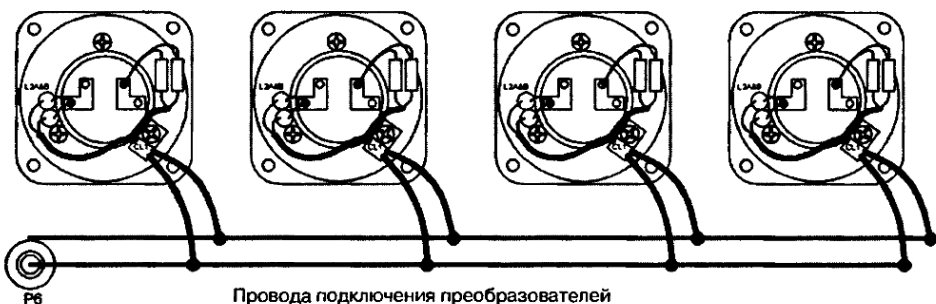

Рис. 28.9. Органы управления
1. Перед включением питания вставьте плавкий предохранитель на ток 1 А в F1, а закорачивающий штекер – в J3, как показано на рис. 28.9; полностью поверните против часовой стрелки оси всех регулирующих элементов.
Устройство питания должно размещаться в месте установок розеток питания 220 В, там, где пользователь может оставить приборы и использовать органы управления для достижения максимального эффекта. Соединения задней панели показаны на схеме (см. рис. 28.9).